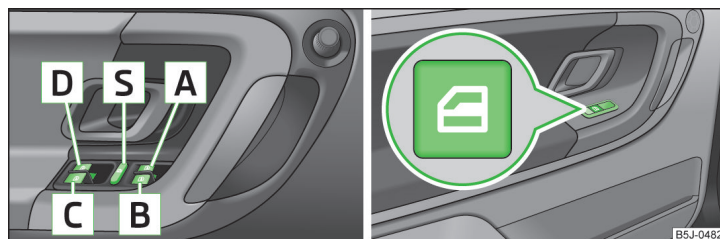

Fig. 37 Teclas en la puerta del conductor/en las puertas traseras
- Si se transportan personas en los asientos traseros, las cuales no son completamente independientes, p. ej. niños, se recomienda poner fuera de funcionamiento los elevallas eléctricos de las puertas traseras (conmutador de seguridad) S » fig. 37 de la página 55.
- Después de desconectar el encendido, aún se pueden abrir o cerrar las ventanillas durante aprox. 10 minutos. Después de abrir la puerta del conductor o del acompañante, las ventanillas se pueden operar solamente con la tecla A » fig. 37 de la página 55.
Teclas de los elevallas » fig. 37.
Se pueden poner fuera de servicio las teclas de los elevalunas de las puertas posteriores pulsando el conmutador de seguridad  » fig. 37. Se ponen de nuevo en funcionamiento las teclas en las puertas traseras pulsando repetidamente el conmutador de seguridad .
- Mantenga la tecla  en la posición de apertura » fig. 37 de la página 55.
- Mantenga la tecla  en la posición de cierre » fig. 37 de la página 55.